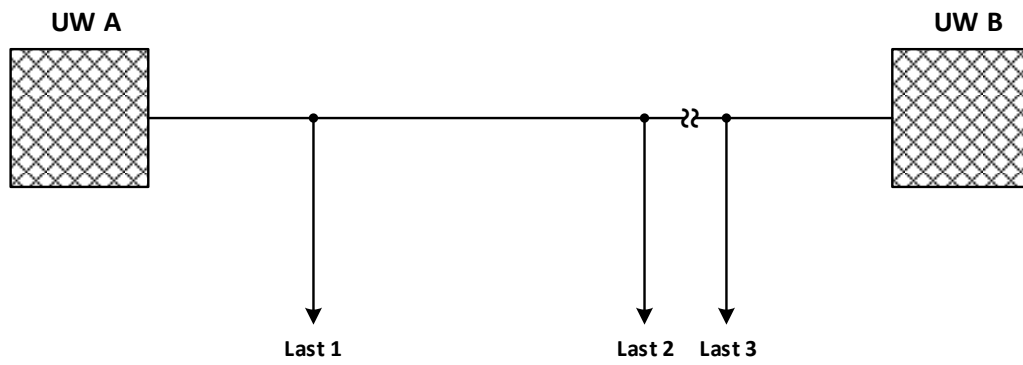

Bild 4: I- und U- Verteilung bei Ausfall der Freileitung F6
- Eintragen der gemessenen I- und U-Verteilung in das Übersichtsschaltbild **(Bild 4)**